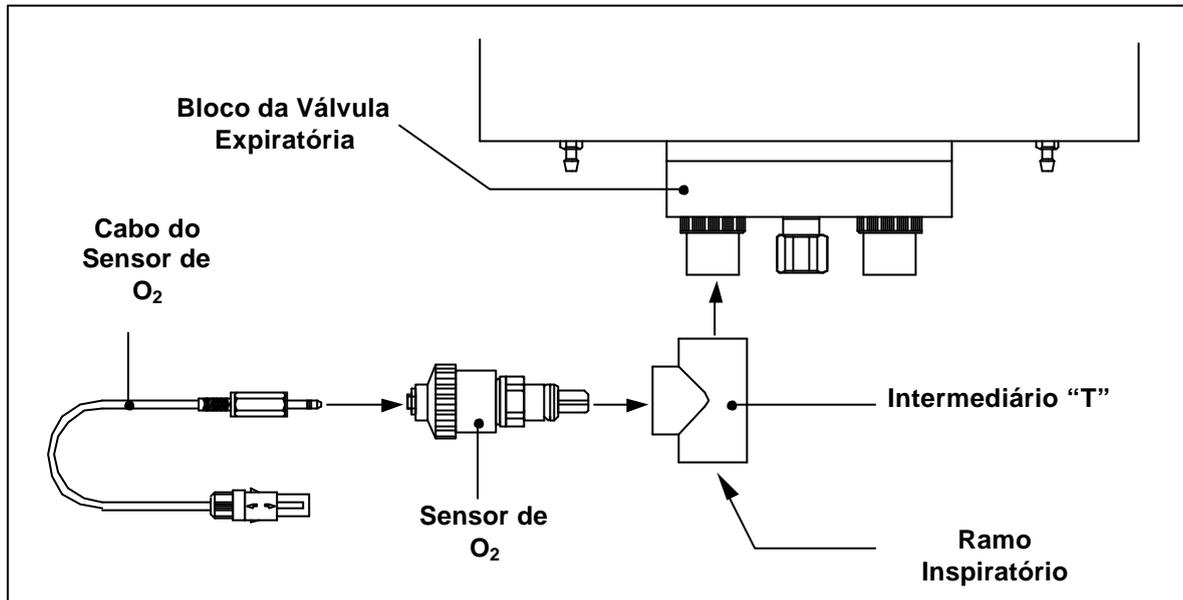

Figura 6.8. Posicionamento correto do sensor de O_2 no circuito respiratório.
- Posicionar o sensor de O₂ em contato (na posição horizontal) com a mistura gasosa que se deseja monitorar. É utilizado para esta finalidade o intermediário “T”, que é acoplado entre o bloco da válvula expiratória e o tubo corrugado do ramo inspiratório (Figura 6.8).